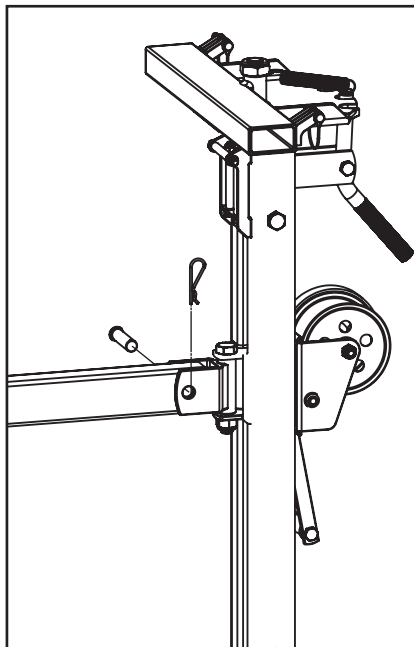

Fig. 23
Étape 20 : Installez l'ensemble flèche. Retirez la goupille cavalier et la goupille de l'articulation du pivot de flèche sur la colonne de la flèche. Placez le bras de l'ensemble flèche (18) dans l'articulation pivotante et fixez-le solidement en place à l'aide de la goupille et de la goupille cavalier (fig. 23), puis faites passer le câble du treuil par la poulie supérieure.